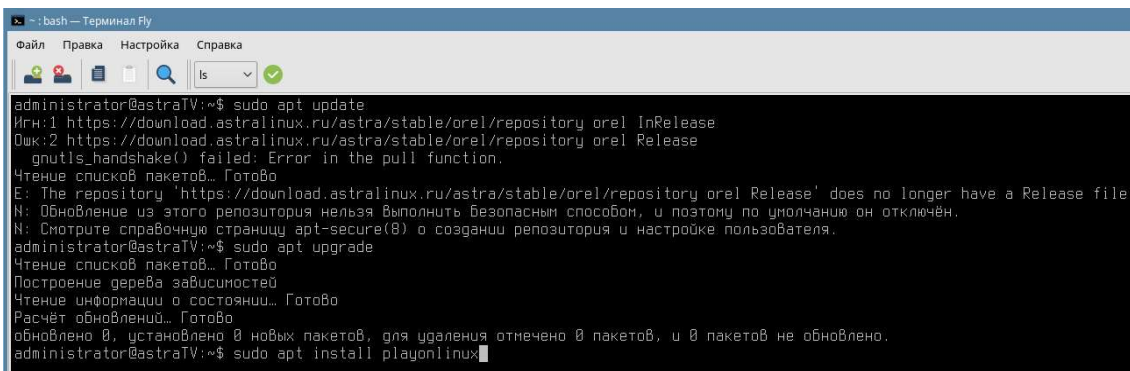

Рис. 9.21 Обновление системы
3. Обновите репозиторий, для этого выполните команды (Рис. 9.21):